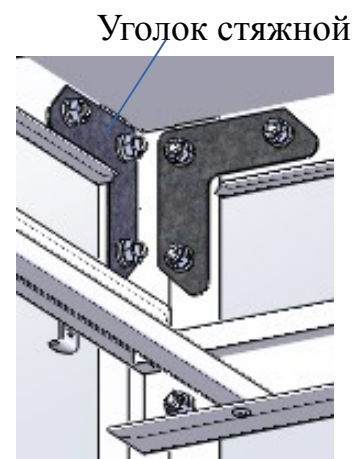

Рис.7
2.6 Прикрепите столешницу болтовыми соединениями к 4 стойкам так, чтобы ее передняя часть находилась со стороны швеллера переднего. При креплении столешницы используйте уголки стяжные (рис.7).